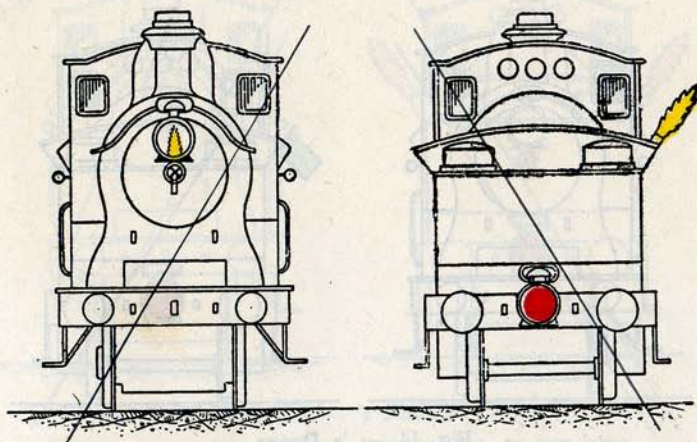

Fig. 12. — 's Nachts.
6: B. 's **nachts** : een **wit licht vooraan**, een **brandende fakkel** aan den **rechterkant** (1) van den tender of van de tenderlocomotief en een **rood licht achteraan** (fig. 12, pl. 6).
(1) Rechterkant beteekent rechts in de richting waarin de locomotief rijdt.